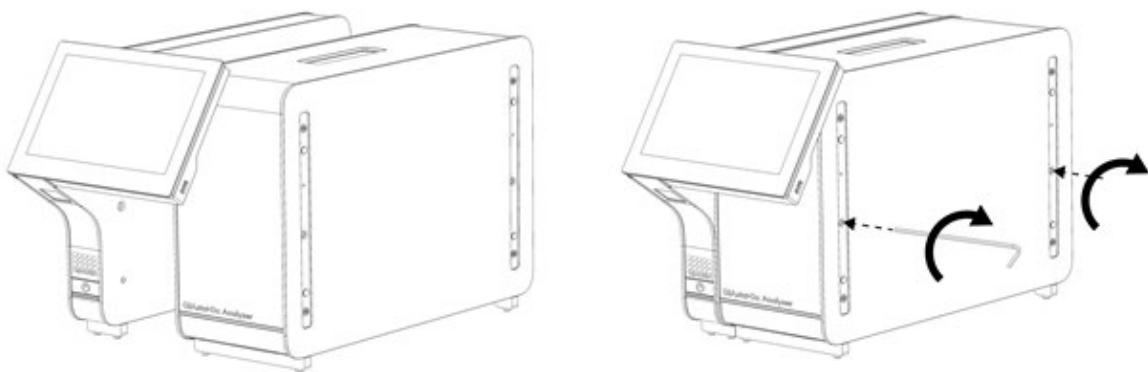

Figure 6. Fixation du module opérationnel au module analytique.
3. Sortez le module opérationnel de sa boîte et fixez-le au côté gauche du module analytique. Serrez les vis avec l'outil de montage du module analytique/opérationnel fourni avec l'analyseur QlAstat-Dx Analyzer 2.0 (figure 6).